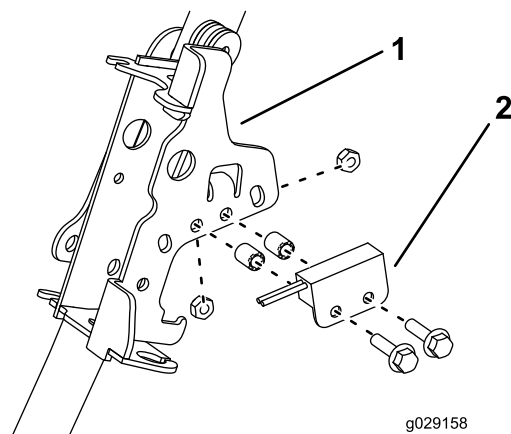

図 6
12. 既存の走行ブラケットを外し、近接スイッチと取り付け用の金具以外は廃棄する 図 6。